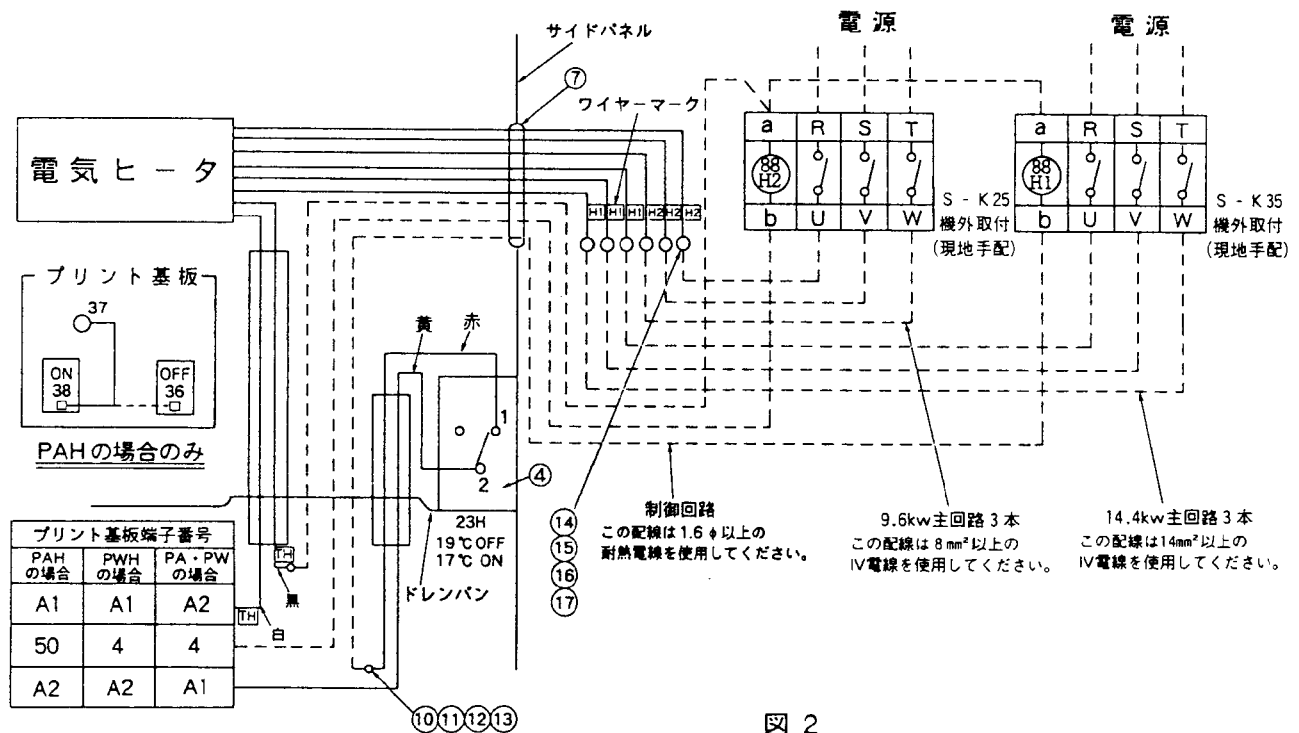

図 2
- (1). 図2のように配線してください。（破線は現地配線を示します。）
- (2). 現地配線との接続は、ネジ及びナット類（主回路：品番⑭⑮⑯⑰、制御回路：品番⑩⑪⑫⑬）で行ない、テープにて絶縁してください。
- (3). PAHの場合のみ、プリント基板上の36番に差し込んであるリード線を抜いて、38番ファストタブに接続変更してください。